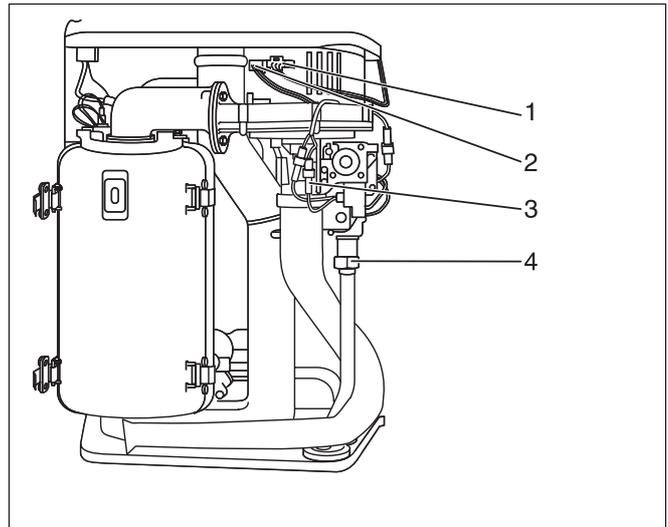

Fig. 32 Desserrer le serre-câble et retirer le câble
- Débrancher la fiche d'alimentation du ventilateur (fig. 32, pos. 1), celle de la conduite de commande UBA du ventilateur (fig. 32, pos. 2) et celle de l'armature du brûleur à gaz (fig. 32, pos. 3).
- Desserrer le serre-câble de l'armature à gaz (fig. 32, pos. 4).